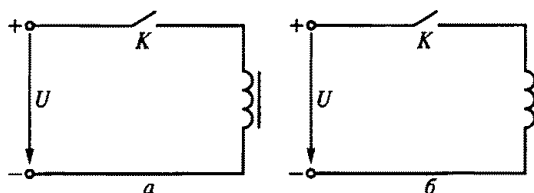

Рис. 47
2.20. Магнитный поток какой катушки, подключенной к источнику постоянного напряжения, быстрее достигнет установившегося значения: с ферромагнитным сердечником (рис. 47, *а*) или без него (рис. 47, *б*)?